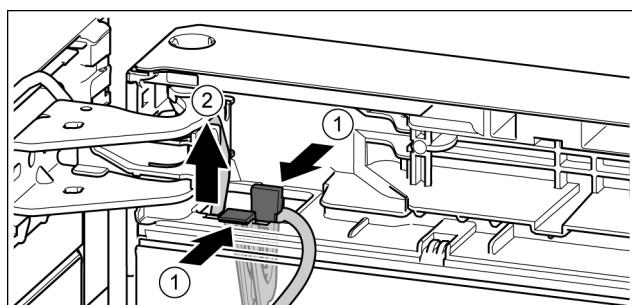

Fig. 25
- ▶ Притисніть накладку. Fig. 25 (1)
- ▶ Витягніть тримач кабелю із зафікованим в ньому кабелем. Fig. 25 (2)